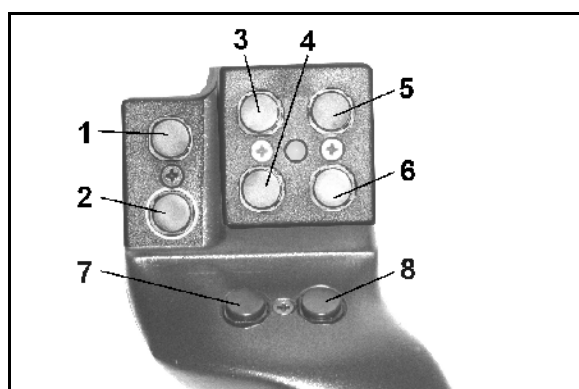

Bild 70
Joysticken (Bild 70) har 8 (1–8) knappar för manövrering av **AMATRON⁺**. Med omkopplaren (Bild 71/2) kan dessutom knapparnas funktioner tredubblas.
-  mellanläge (Bild 70/A) och kan flyttas
-  uppåt (Bild 70/B) eller
-  nedåt (Bild 70/C)
Omkopplarens läge indikeras med en LED-lysdiod (Bild 70/1).